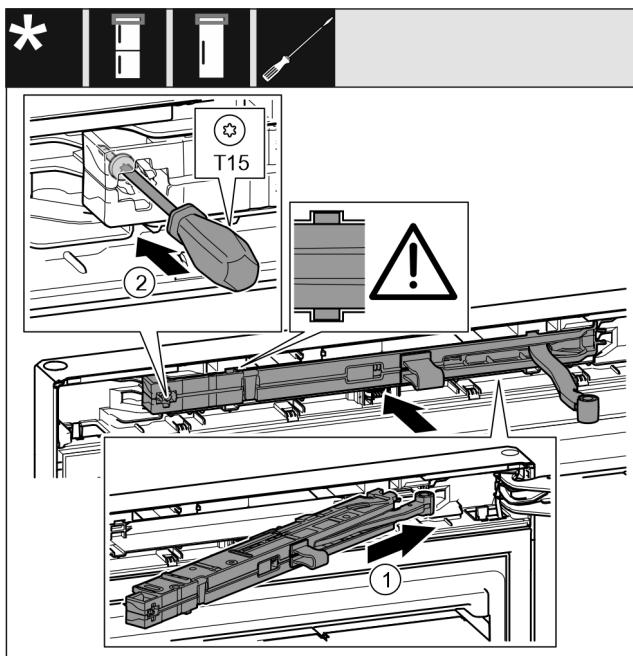

Fig. 23
- Вкарайте блока на затварящия демпфер от страната на лагерната стойка докрай под ъгъл в отвора. Fig. 23 (1)
- Затегнете винта с отвертка T15. Fig. 23 (2)